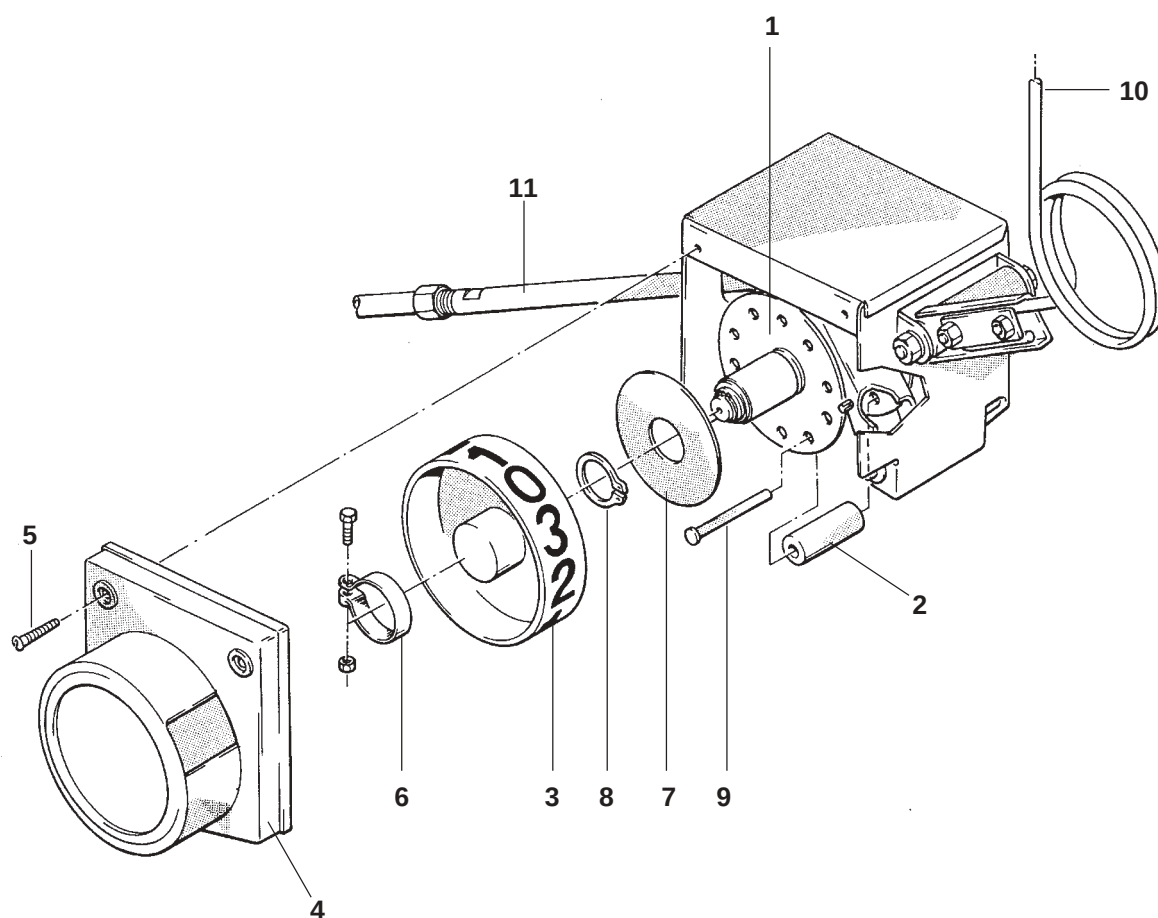

Рис. 13.19
Расстояние между техническими колеями (смотри таблицу на стр. 13-1) соответствует ширине захвата разбрасывателя удобрений. Ритм закладки технической колеи определяет устройство для установки технической колеи (Рис. 13.19). Если необходимо закладывать техническую колею в другом ритме, необходимо поменять дозирующий диск (Рис. 13.19/1) в устройстве для установки технической колеи.
- Снять защитную крышку (Рис. 13.19/4) открутив два винта (Рис. 13.19/5).
- Ослабить затяжку зажимной скобы (Рис. 13.19/6) и снять вместе с указательным диском (Рис. 13.19/3).
- Снять стопорную шайбу (Рис. 13.19/7) после снятия стопорного кольца (Рис. 13.19/8).
- Свободно лежащий храповик (Рис. 13.19/2) после того как будет вынут болт (Рис. 13.19/9), как описано в пункте 13.8.2, установить в дозирующем диске.
- Монтаж стопорной шайбы (Рис. 13.19/7) и стопорного кольца (Рис. 13.19/8).
- Установить новые контрольные ленты на указательном диске (Рис. 13.19/3), как показано в пункте 13.8.2 и закрепить на дозирующем диске при помощи зажимной скобы (Рис. 13.19/6). Сначала сильно не затягивайте.
- Переключать устройство для установки технической колеи при помощи пружины управления (Рис. 13.19/10) пока зажимная трубка (Рис. 13.19/11) не затянется храповиком (Рис. 13.19/2) и не закрепится. После этого крепится защитная крышка (Рис. 13.19/4) на устройстве для установки технической колеи, а указательный диск (Рис. 13.19/3) прокрутить так, чтобы в окошке защитной крышки появился "0".
- Крепко затянуть указательный диск (Рис. 13.19/3) при помощи зажимной скобы (Рис. 13.19/6) и установить защитную крышку (Рис. 13.19/4).
- Переключать устройство для установки технической колеи при помощи пружины управления (Рис. 13.19/10) до тех пор пока указательный диск (Рис. 13.19/3) не провернется минимум на три полных оборота, и проверить, правильно ли работает распределительный ящик, т.е., в каждом ли "0" положении затягивается зажимная трубка (Рис. 13.19/11).